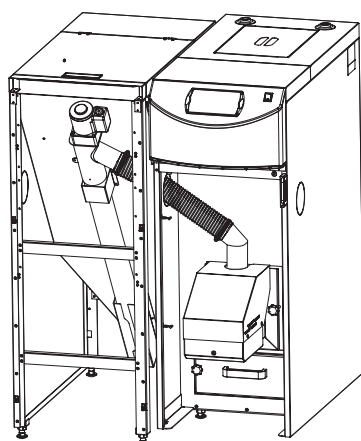
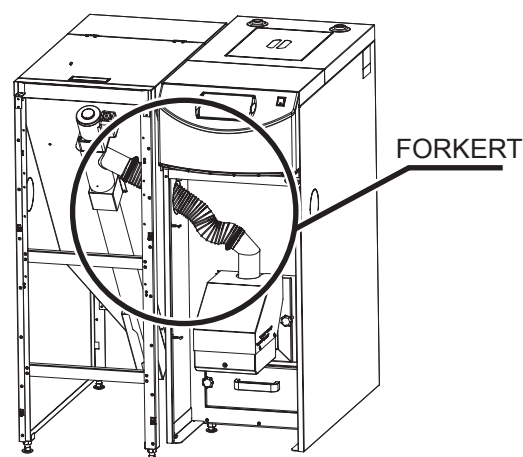

Fig. 3 Korrekt tilslutning af sneglens plastslange.
Fig. 4 Ukorrekt tilslutning af sneglens plastslange.
6. Udfør alle nødvendige reguleringer mht. vinklen på forbindelsesleddet og det fleksible ledningsrør. Forbindelsen må ikke medføre at ledningsrøret bøjes således, at træpillerne blokeres (Fig. 3 og Fig. 4).